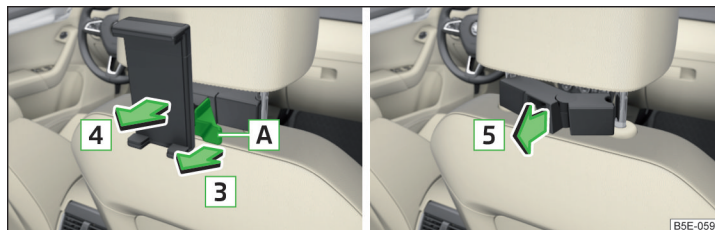

Abb. 123 **Abnehmen: Halter / Adapter**
- Zum **Abnehmen** an der Sicherungslasche **A** in Pfeilrichtung **3** ziehen und den Halter in Pfeilrichtung **4** aus dem Adapter nehmen » **Abb. 123**.